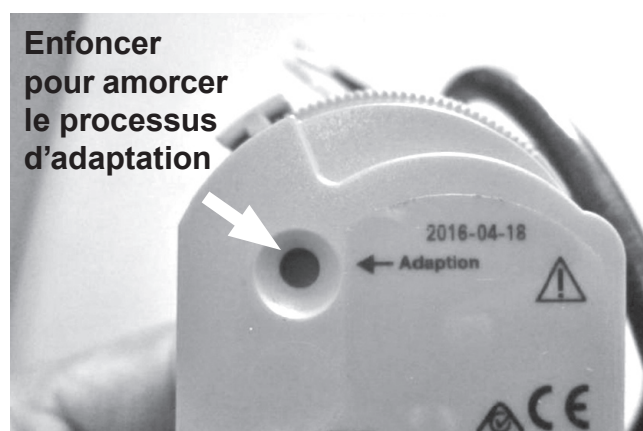

Fig. 12
Pour l'ajustement de la course de la tirette d'arrivée d'air, veuillez enfoncer le **bouton «Adaption»** situé sur le **servomoteur (7)** avec un objet fin (par ex. une clé allen ou un tournevis) (fig. 12).